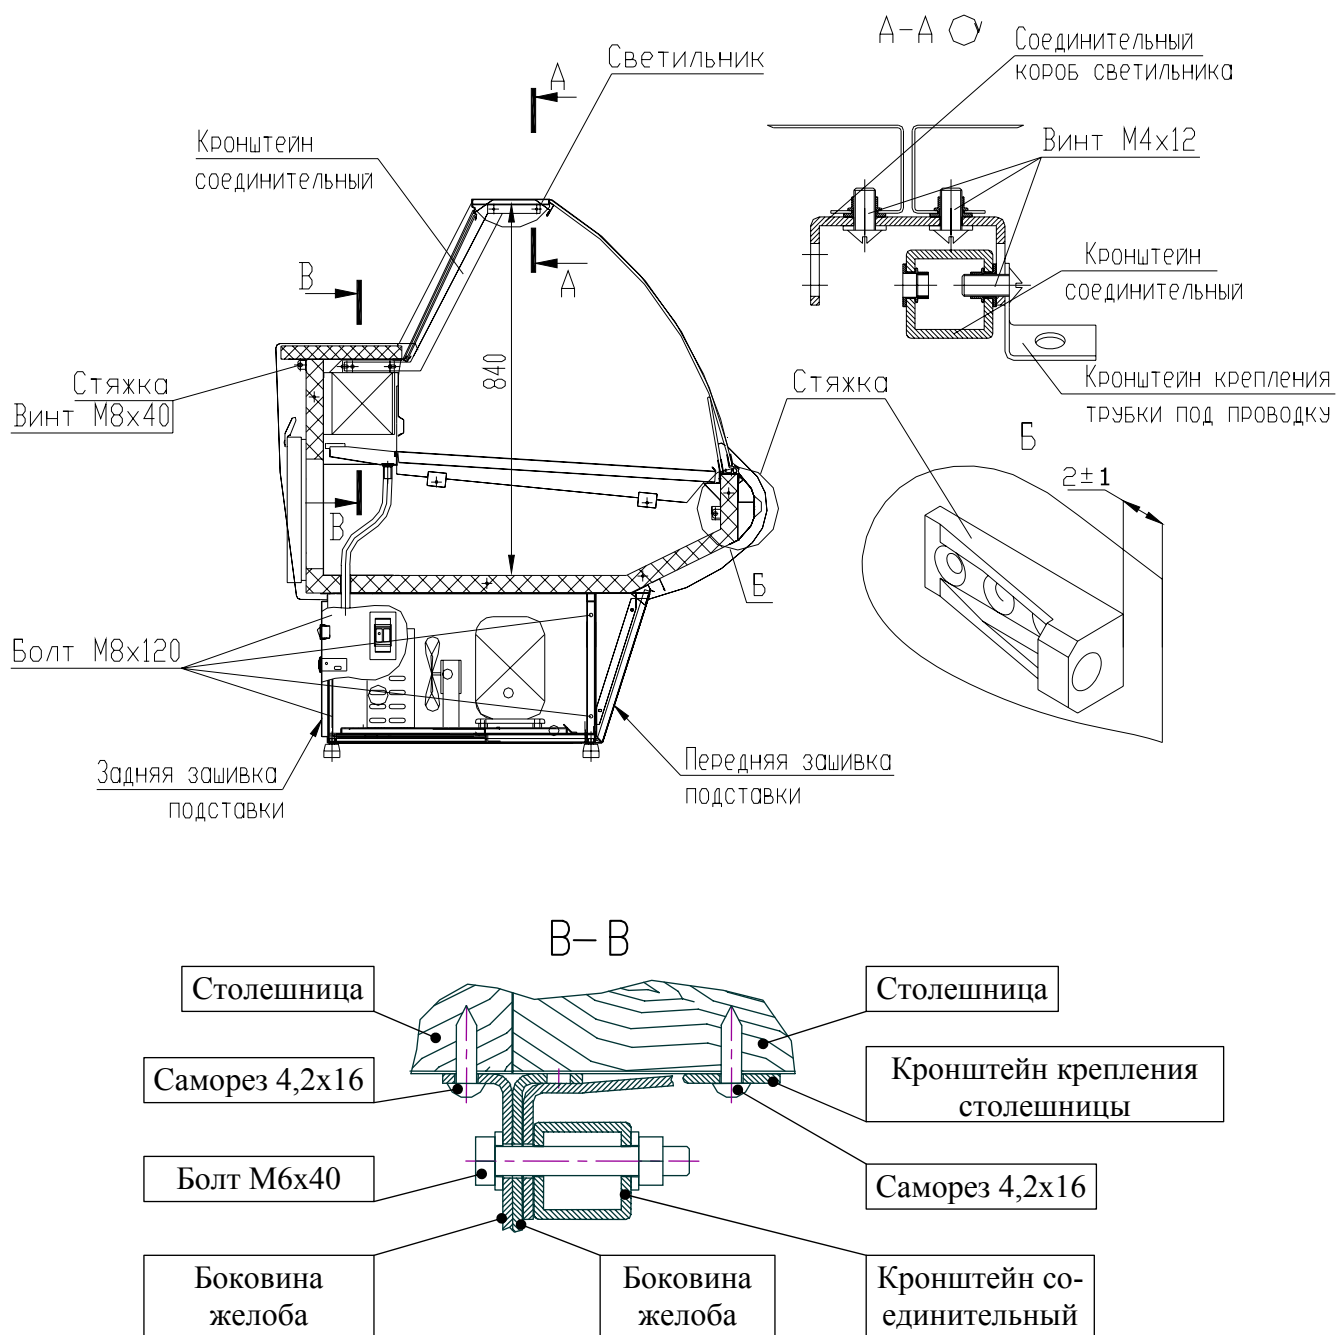

Рис. 4 Схема монтажа в линию
Для соединения холодильных витрин (далее витрин) в линию необходимо (см. рис. 4):
- 2). Для крепления боковин желоба (см. рис. 4) к ванне необходимо заменить верхние саморезы 4.2x16 на саморезы 5x40.
- 3). Установить в указанных местах на ваннах (см. рис. 4) стяжки, применяя саморезы 5x40 со стороны отверстия под болт и саморезы 4.2x16 с противоположной стороны стяжки, предварительно засверлив отверстия Ø2 в пенозаливной ванне для захода самореза 5x40.
- 7). При помощи двух болтов M6x40 установить соединительный кронштейн, соединив вместе боковины желоба обеих витрин и кронштейн крепления столешницы, с левой стороны (см. рис. 4 разрез В-В), т.к. с правой стороны находится датчик термодатчика.
- 8). Монтаж светильников начинать с левой стороны линии. Для монтажа на левом светильнике установить соединительный короб с правой стороны и зафиксировать винтами М4х12. Установить боковое стекло и смонтировать подсобранный светильник, зафиксировав винтами М4х12 соединительный короб к верхней полке кронштейна (см. рис. 4, сечение А-А). При соединении в линию более двух витрин подборку светильников повторить.
- 9). Установить светильник сопрягаемой витрины, фиксируя винтами М4х12 к соединительному коробу, согласно рис. 4.